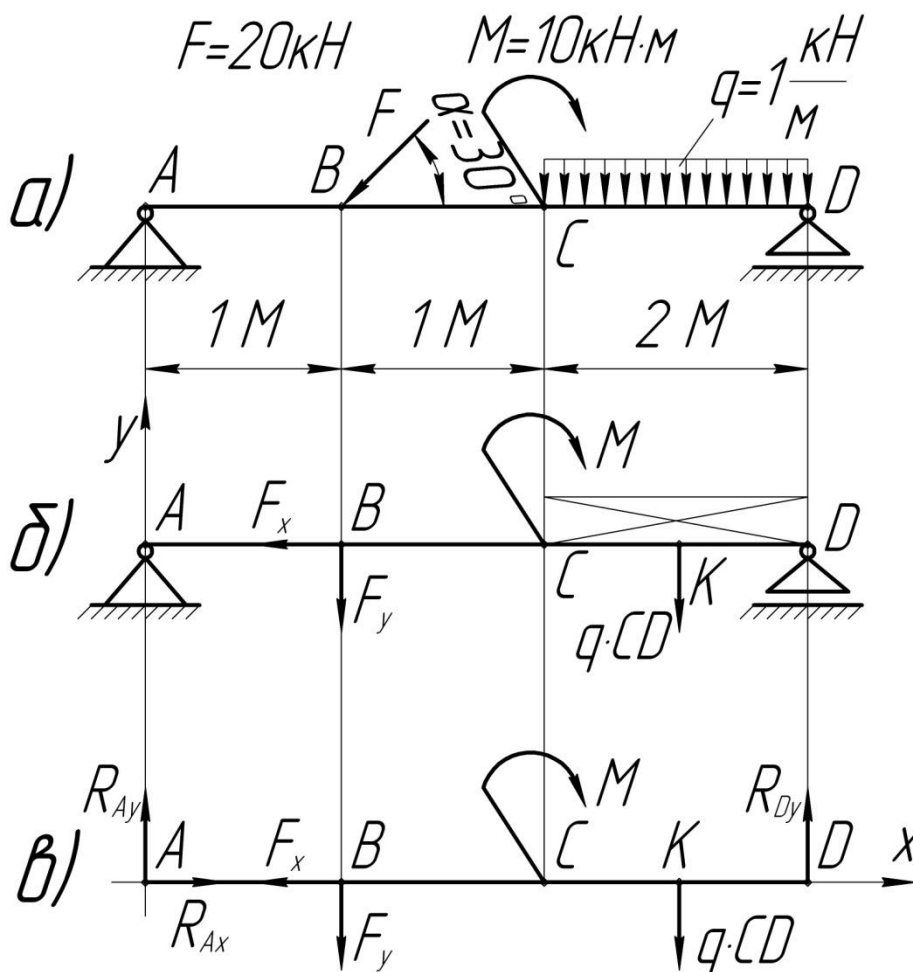

Рисунок 7
Пример 2. Определить реакцию опор балки (рис. 7, а).
1. Изобразим балку с действующими на нее нагрузками (рис. 7, а).
3. Силу F заменяем ее составляющими $F_x = F \cdot \cos \alpha$ и $F_y = F \cdot \sin \alpha$. Равнодействующая $q \cdot CD$ равномерно распределенной нагрузки приложена в середине участка CD , в точке K (рис. 7, б).
4. Освобождаем балку от опор, заменив их опорными реакциями (рис. 7, в).